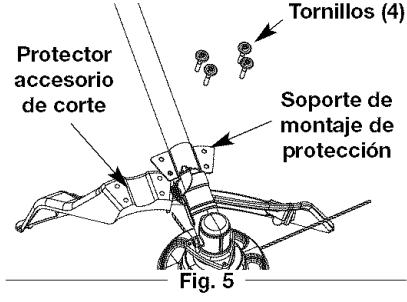

Fig. 5
- Coloque el protector del cabezal de corte en el soporte de montaje de protección, asegurándose de alinear los orificios en el protector con los del soporte de montaje de protección. (Fig. 5).
- Utilizando un destornillador de cabeza plana o T-20, apriete los tornillos hasta que el protector quede firme en su lugar. (Fig. 5)